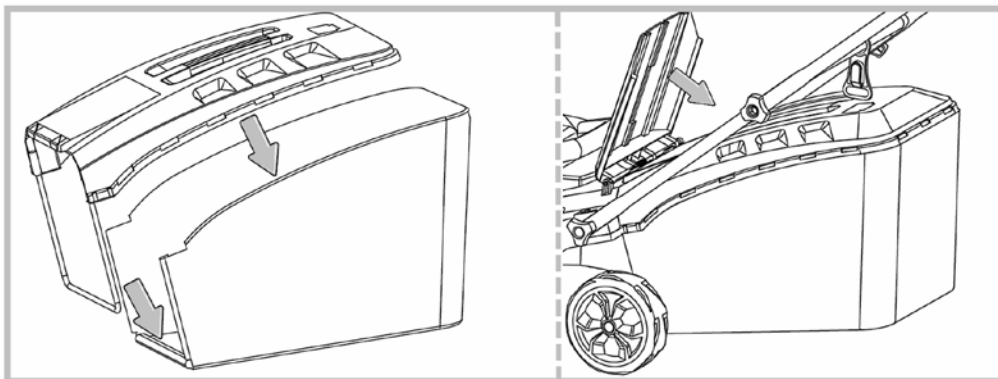

Рисунок 8
3.4.2 Для моделі **MLM-3850 S** (дивіться рисунок 8):